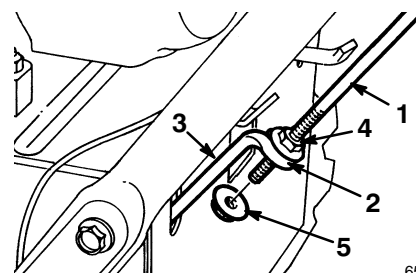

Figure 3
3. Vissez un écrou à embase (pas le contre-écrou à embase), embase vers le bas, sur la tige de traction fixée au mancheron de gauche (Fig. 3)
4. Présentez le mancheron de gauche sur le côté de la déneigeuse et insérez le bout de la tige de traction dans la boucle de la tige de traction inférieure (Fig. 3).
1. Vissez le contre-écrou à embase (embase vers le haut) sur le bas de la tige de commande de traction, sous la boucle de la tige de traction inférieure (Fig. 3).